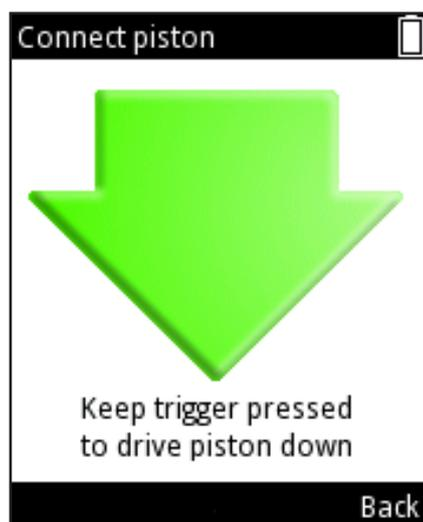

图 G5.
5. 从列表中选择 Connect piston (连接活塞) 然后按下  (Select (选择)) (图 G5)。